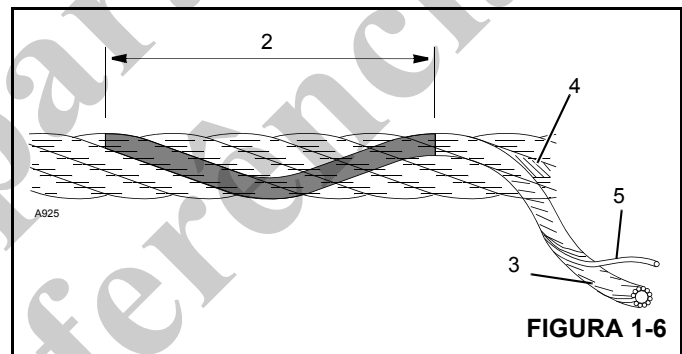

FIGURA 1-6
13. Ao verificar se há fios rompidos (5) (Figura 1-6) relaxe o cabo, remova-o dos “pontos de sustentação” e flexione-o o máximo possível. Use um furador afiado para puxar e separar os fios e os cordões, levantando qualquer fio que aparente estar solto ou que se mova excessivamente. Defeito em um cabo de aço é referido em relação ao “Comprimento do encordoamento” (2), que é a distância medida ao longo do cabo em que um cordão (3) completa uma volta ao redor do núcleo (4).